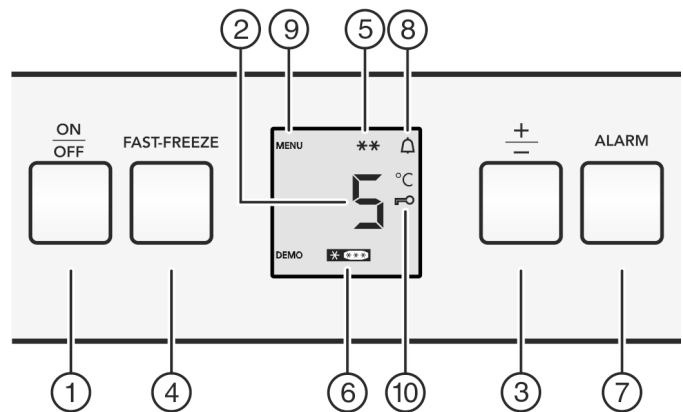

Fig. 2
- ▶ Taste On/Off Fig. 2 (1) drücken.
- ▶ Taste Fast-Freeze *Fig. 2 (4)* ca. 5 Sekunden drücken.
- ▷ In der Anzeige wird das Symbol Menu *Fig. 2 (9)* angezeigt.
- ▶ Mit der Taste Fast-Freeze *Fig. 2 (4)* kurz bestätigen.
- ▷ Das Symbol Kindersicherung *Fig. 2 (10)* leuchtet in der Anzeige.
- ▶ Die Taste On/Off *Fig. 2 (1)* kurz drücken.
- ▶ Taste Alarm *Fig. 2 (7)* drücken.
Gleichzeitig blinkt die Temperaturanzeige und das Symbol Alarm *Fig. 2 (8)*.
Der Tonwarner verstummt automatisch, das Symbol Alarm *Fig. 2 (8)* geht aus und die Temperaturanzeige hört auf zu blinken, wenn die Temperatur wieder ausreichend kalt ist.
- ▶ Temperatur in 1 °C -Schritten ändern: Einstelltaste "+/-" *Fig. 2 (3)* so oft drücken, bis die gewünschte Temperatur in der Temperaturanzeige leuchtet.